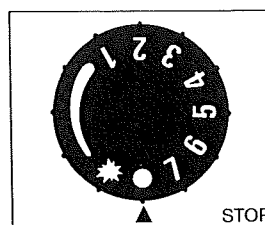

Fig. 5
- Ställ termostatratten i stoppläge, fig 5.